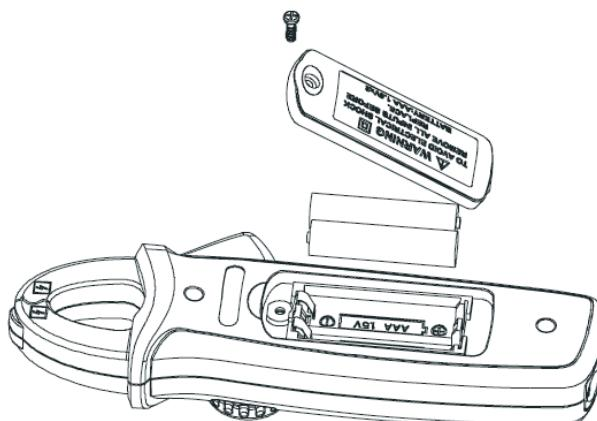

Рис.8
- Отверните отверткой винт крепления задней крышки, откройте крышку батарейного отсека и выньте разряженные элементы питания как показано на рис.8.